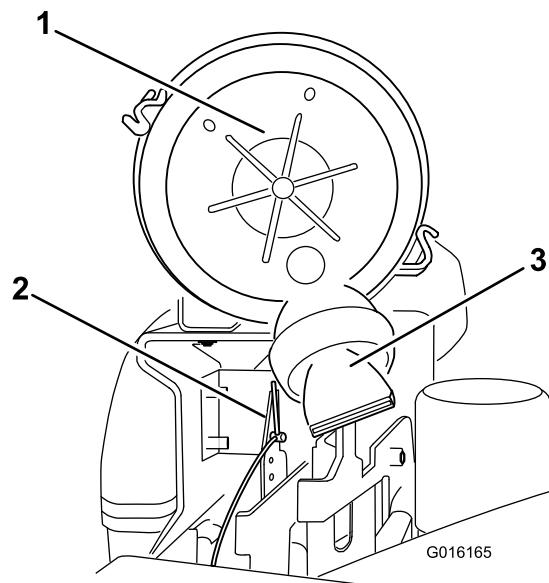

Figura 46
4. Coloque la tapa del limpiador de aire de manera que la válvula de alivio no interfiera con el mecanismo del acelerador (Figura 46).